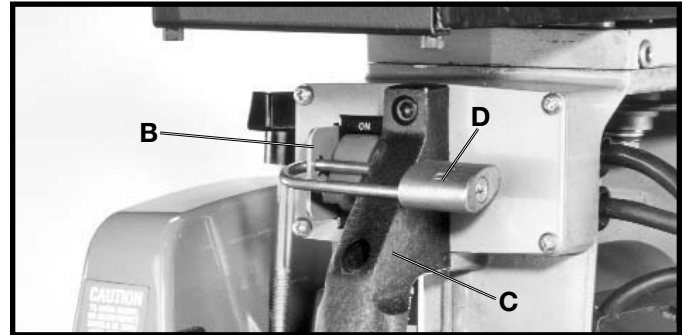

Fig. 57
IMPORTANTE: Cuando la máquina no es adentro uso, el interruptor se debe trabar en la POSICIÓN DE REPOSO usando una fig. 57 del padlock (D), con un grillo del diámetro del 3/16" para prevenir uso desautorizado. Esto puede ser hecha insertando una fig. 57 del padlock (D), a través de los agujeros en la placa del interruptor (b) y la manija (C) según lo demostrado. La fig. 57 de Padlock (D), está disponible como accesorio.